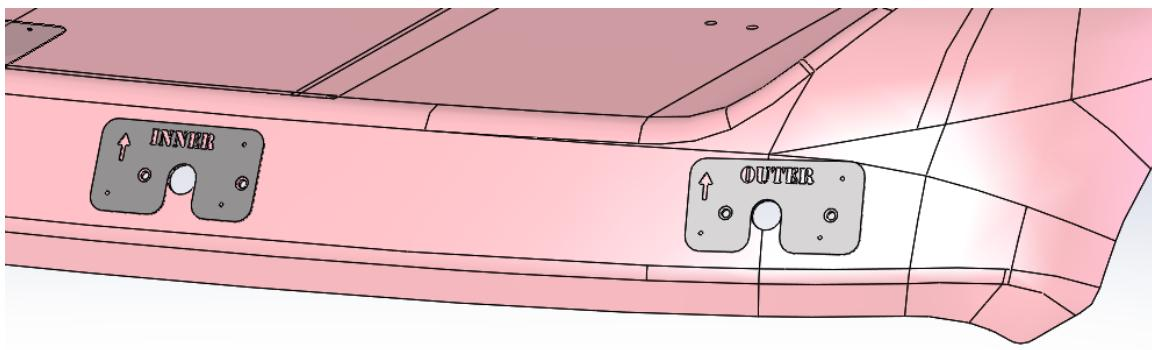

Figura 2: Orientación correcta de las plantillas de perforación (Lado del piloto mostrado)
- Usando los tornillos de cabeza de armadura 10-32x1/2" provistos, y arandelas de guardabarros, instale las plantillas para perforar Adentro/Afuera en el techo en el lado del piloto. Los dos agujeros grandes en cada plantilla entrarán cómodamente alrededor de los nutserts OEM en la izquierda de las luces del techo con la flecha de corte apuntando hacia arriba, y el texto se debe poder leer. Figura 2 como referencia para orientación correcta.